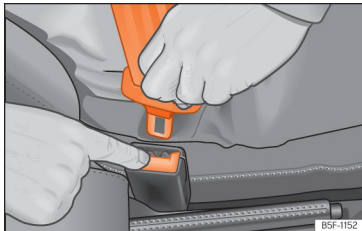

Abb. 11 Schloßzunge vom Gurtschloß lösen.
- Rote Taste im Gurtschloß drücken »» **Abb. 11**. Die Schloßzunge springt heraus.